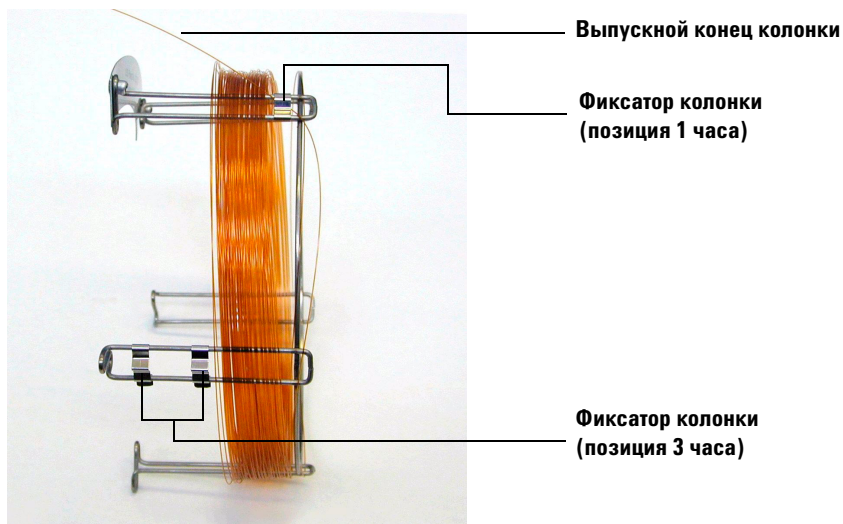

Рис. 5 Колонка, пропущенная через фиксатор в позиции 1 час
- 4** Пропустите выпускной конец колонки через фиксатор на поперечном элементе в позиции 1 час, чтобы конец колонки был обращен к передней части каркаса. См. **Рис. 5.**